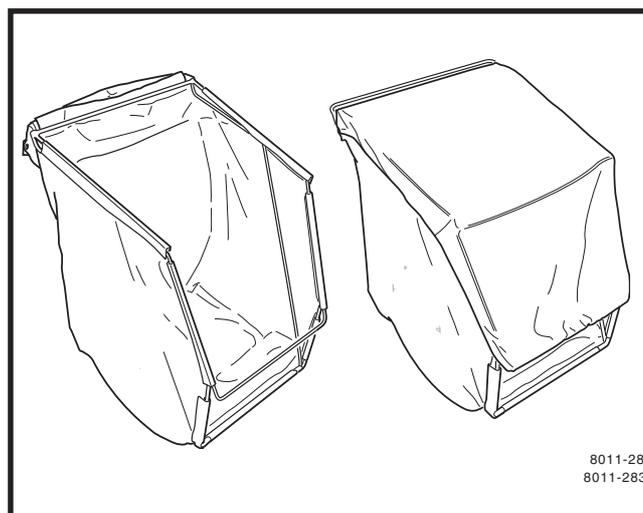

FIGURE 11
- Appuyez sur les blocages à déclic, un de chaque côté. Voir la Figure 11.